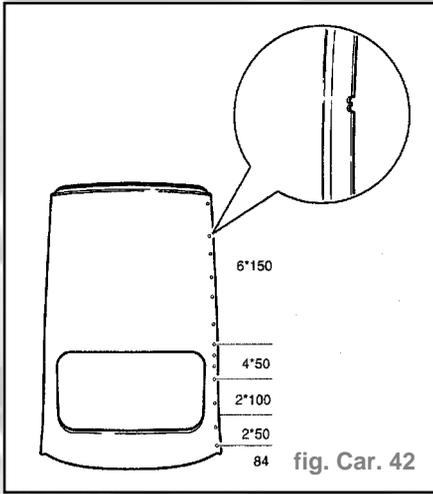

fig. Car. 42
- Repérer la position des points de soudure (fig. Car. 42).